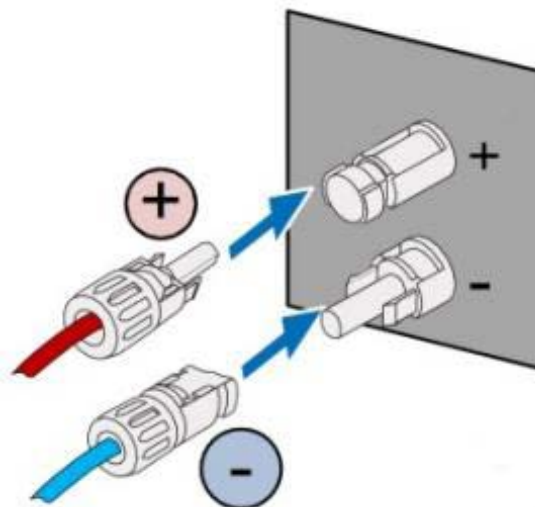

Рис. 5.4. Подключение солнечной батареи к инвертору
1. Подключите цепь солнечных батарей к инвертору и проверьте надёжность крепления, **как показано на рис. 5.4.**